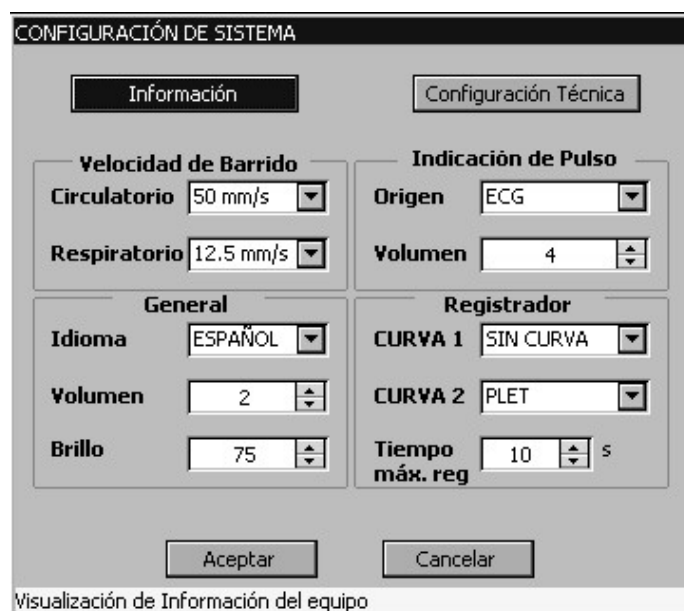

Figura 5-6 - Menú Configuración de sistema
El menú **Configuración de sistema** (ver Figura 5-6) contiene ajustes generales. A continuación, se muestra el procedimiento.
- 2 Presione el mando de control, se abrirá la ventana del menú Configuración General (ver Figura 5-6).
| 2 | Presione el mando de control, se abrirá la ventana del menú Configuración General (ver Figura 5-6). | |
Existen dos velocidades de barrido independientes entre sí, una para el electrocardiograma, curvas pletismográfica y presiones invasivas; y otra para las curvas respiratoria y CO₂ (ver Figura 5-6).